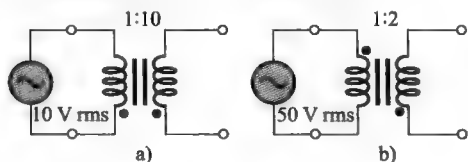

图 14-44
9. 对图 14-44 中的各个变压器, 画出显示与一次电压关系的二次电压, 并标出电压大小。